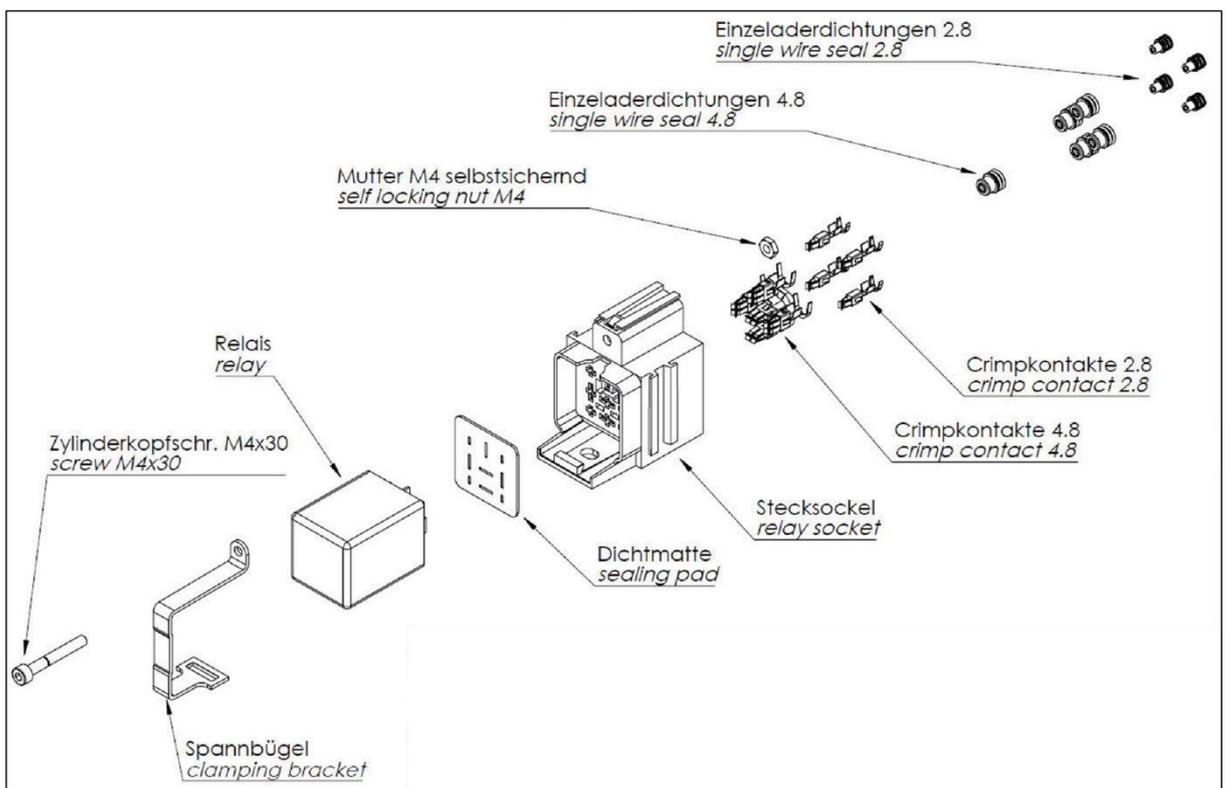

Abbildung 1: Explosionszeichnung wasserdichter Stecksocket (für Modul 1.017.010.24, 1.017.010.25, 1.017.010.30, 1.017.010.40 und 1.017.010.50).
- Siehe auch Abbildung 1 und Abbildung 2.